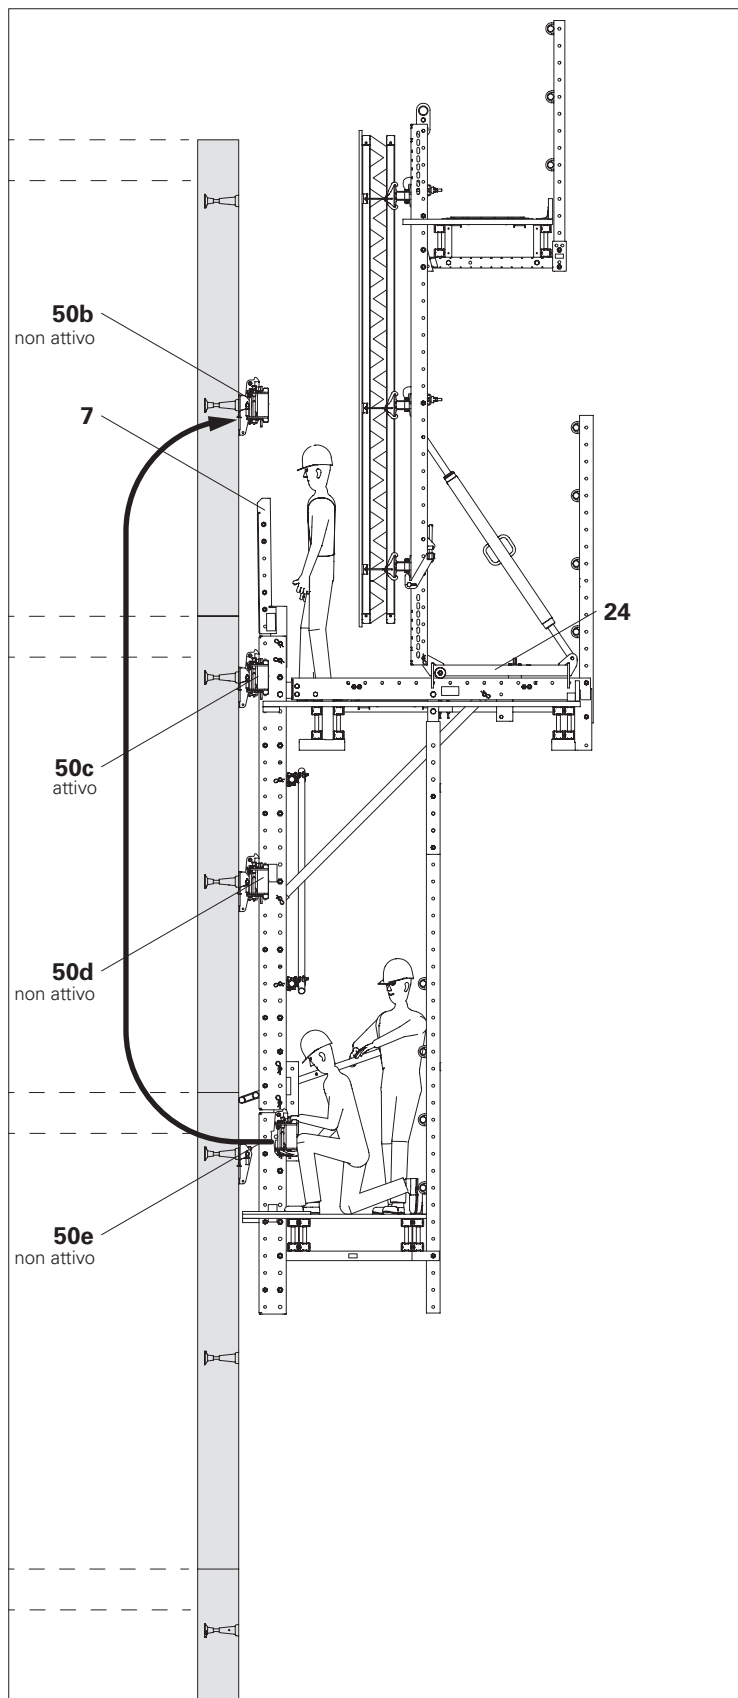

Fig. D6.03
6. Montare il dispositivo da parete e di sospensione sulla nuova sezione di calcestruzzo avanzata (**50b**), disattivare i nottolini di arresto e chiudere i pattini di guida. (Fig. D6.03)